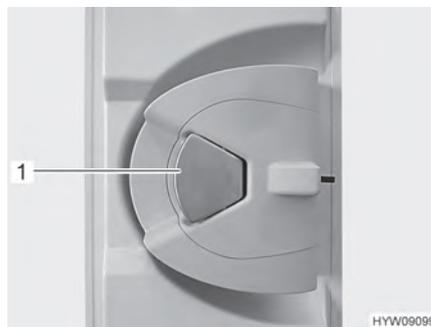

Fig. 33 Serrure de la porte (porte cellule à l'intérieur)
- Quand la serrure de la porte est verrouillée : Tirer une fois sur la poignée de la porte (Fig. 33,1). La porte est déverrouillée.
- Tirer sur la poignée de la porte (Fig. 33,1). La porte est ouverte.
- Appuyer sur la poignée de la porte (Fig. 33,1).